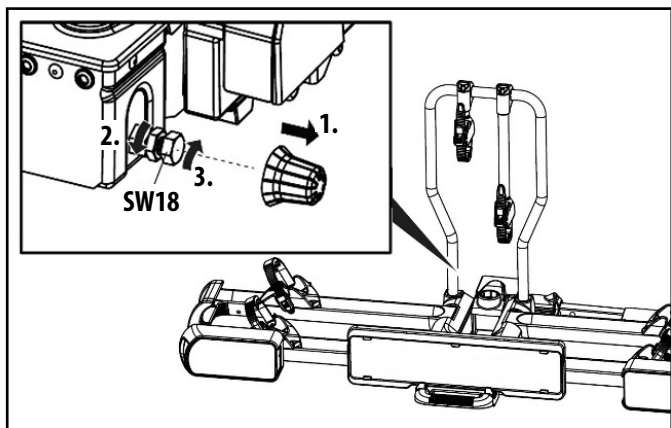

Figure 15: Mise en place du système de fermeture rapide
- Desserrer légèrement le contre-écrou (Fig. 15).
- Tournez la vis de réglage sur un quart de tour vers l'intérieur (Fig. 15).